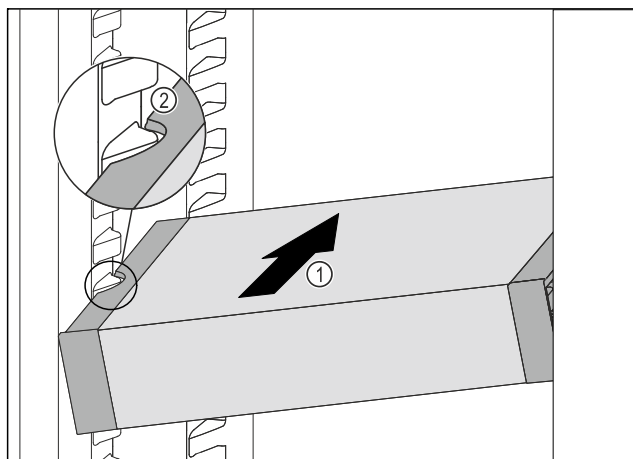

Fig. 59
- ▶ VarioSafe gurajte koso u hladnjak Fig. 59 (1) sve dok se bočni otvori Fig. 59 (2) VarioSafe ladice ne nađu na visini žlijeba spremnika u hladnjaku.